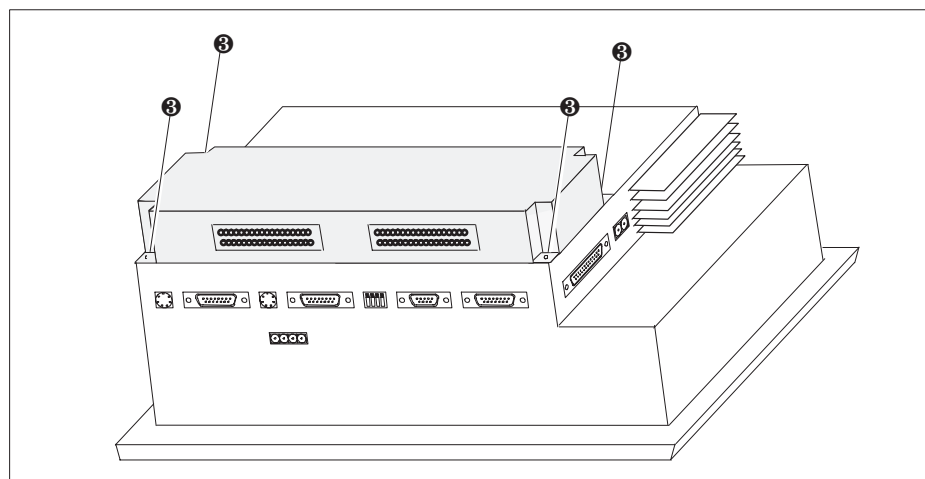

Figure 17-7 Fixation de la Control Panel Interface (exemple du TP37)
4. Fixez le Control Panel Interface à l'aide des quatre vis fournies ③ sur le Touch Panel (représenté sur le TP37 pris comme exemple dans la figure 17-7).